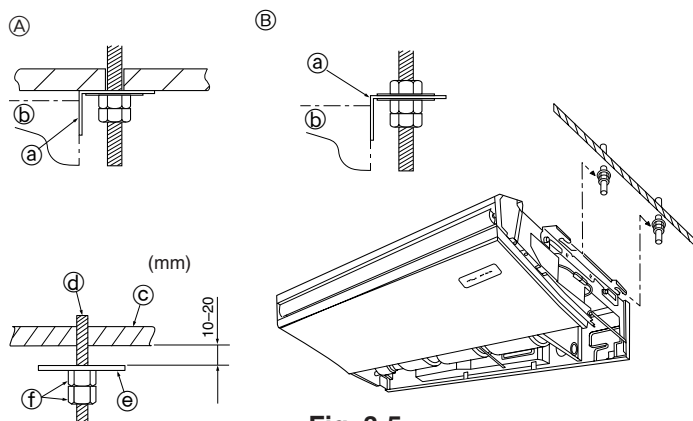

Fig. 3-5
3.3. Het binnenapparaat monteren (Fig. 3-5)